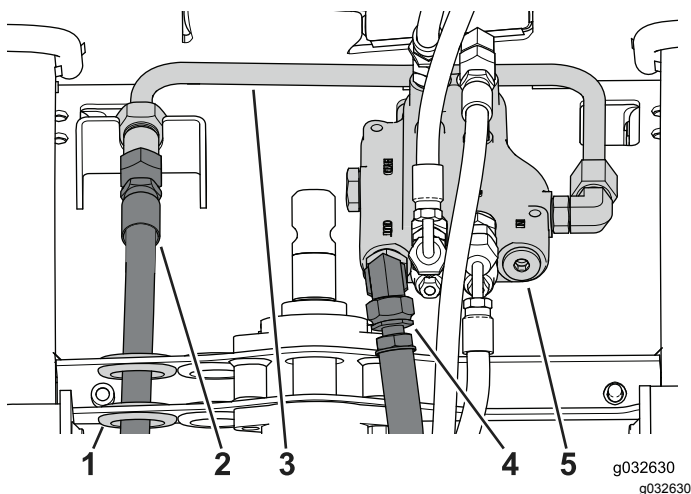

Bild 106
1. Stellen Sie eine geeignete Auffangwanne unter das Regelventil (Bild 106).
2. Schließen Sie den Zulaufschlauch vom Rohranschluss ab und ziehen ihn durch die Durchgangsbohrung heraus (Bild 106).
3. Schließen Sie den Rücklaufschlauch vom Regelventil ab (Bild 106).